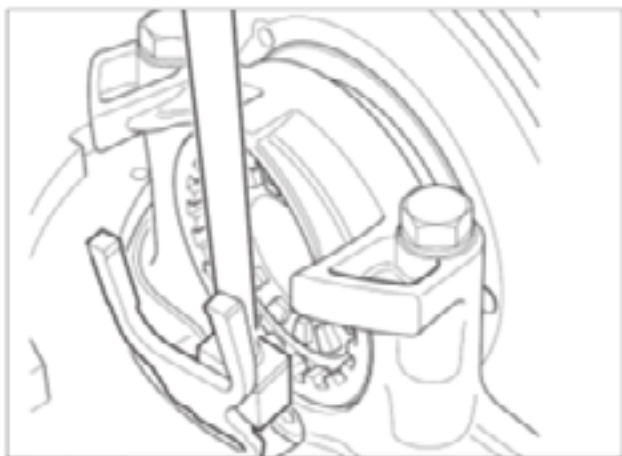
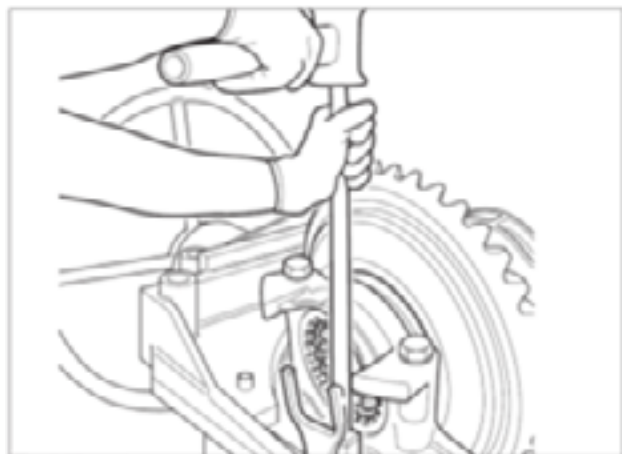

Fig. 2.66
Fig. 2.67
5. Encaixe a mola do eixo de mudança na caixa do diferencial (Fig. 2.66), golpeando a mola para fora da ferramenta de montagem com um martelo (Fig. 2.67).